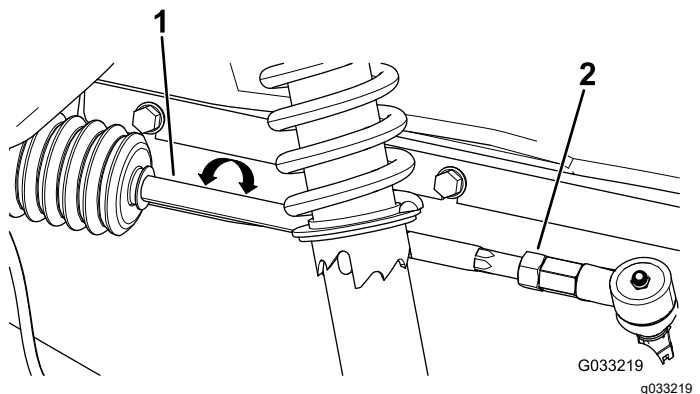

Figure 52
- Si la mesure n'est pas comprise entre 0 et 6 mm (0 et ¼ po), desserrez les écrous de blocage aux extrémités extérieures des biellettes (Figure 52).